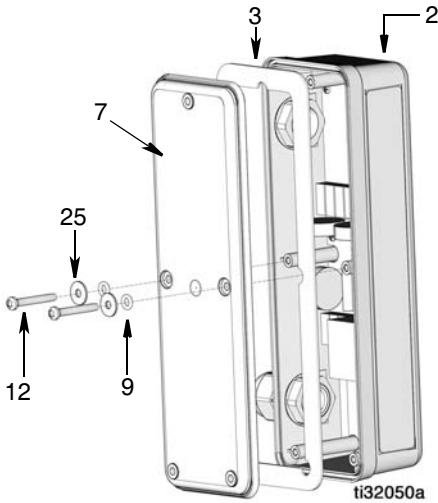

FIG. 11
16. Aperte a fixação do cabo (19).
18. Instale a vedação (3) na tampa do PAC (7) (FIG. 11).
19. Instale a tampa sobre o gabinete do PAC (2). Verifique se todos os orifícios de parafuso na tampa e no gabinete estão alinhados (FIG. 11).
20. Instale os dois O-Rings (9), arruelas (25) e parafusos (12) para fixar a tampa ao gabinete do PAC (2) (FIG. 11).